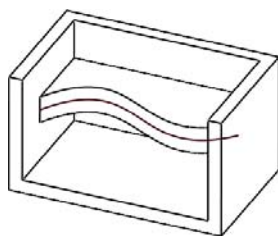

图 5-108 平行于草图拉伸生成筋
-  平行于草图：平行于草图拉伸生成筋，如图 5-108 所示。